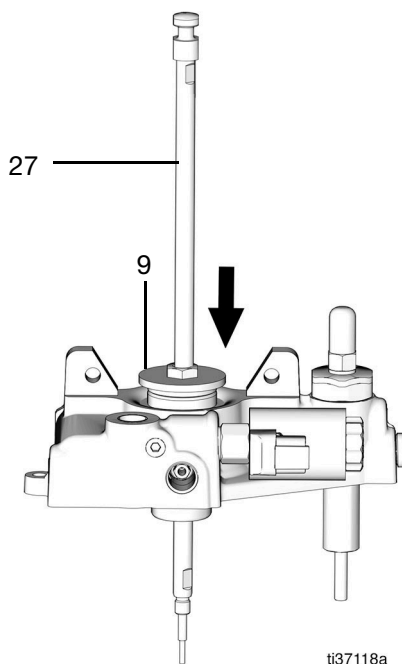

図 54
7. グリースの薄いコーティングをポンプロッド (27) にかけて、保持ナット (9) の穴を通じてポンプハウジングに押し込みます (図 54)。